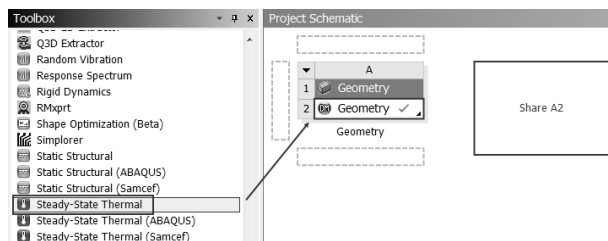

图 15-7 创建项目
Step1: 如图 15-7 所示，在 Workbench 主界面的 Toolbox(工具箱) Analysis Systems 中选择 Steady-State Thermal (稳态热力学分析) 选项，并直接拖曳到项目 A 的 A2 (Geometry) 栏中。